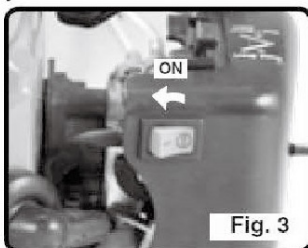

Fig. 3
2. Przesunąć włącznik zapłonu w pozycję "ON" (patrz rys. 3).